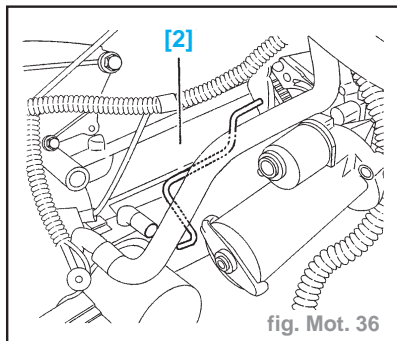

fig. Mot. 36
- Piger le volant-moteur à l'aide de la pince [2] (-).0188-D (sans déposer le démarreur) (fig. Mot. 36).
- Reposer les piges [2] - [3] - [4] (fig. Mot. 36 et 37).
- Reposer la pige [2] (fig. Mot. 36).